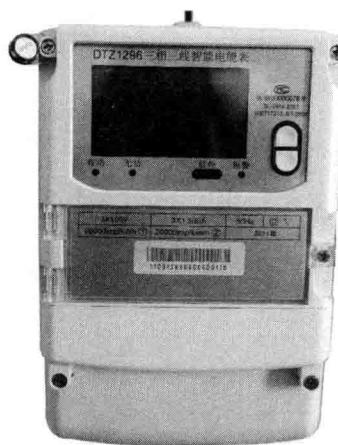

图 5 三相四线智能电能表示意图
(3) 表计三个按键抄读方法。该类表三个键一般从左到右依次为主键、上月键、子键，其中主键相当于项目键，子键相当于翻转键，上月键是抄上月电量或需量用。抄表时先按主键选择所要抄的项目，再按子键可以抄录峰、平、谷电量和需量，也可以抄到 A、B、C 三相电压、电流数值。
(4) 智能电能表抄读方法。智能电能表手工抄读比较简单，按上下键均可，如果按上键不小心抄过了，按下键就可以退回去，不同的是抄表项目及示数代码（见表 4）不一样，只需按照代码抄读即可。三相四线智能电能表示意图如图 5 所示。